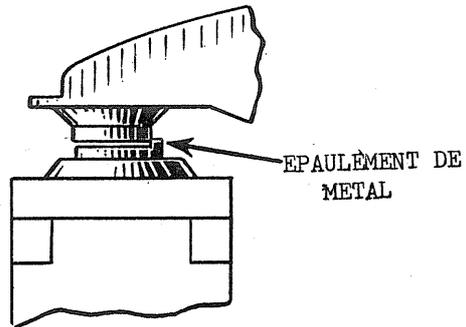

FIGURE 86 - UN EPAULEMENT DE METAL ENTRAINE UNE RUPTURE LENTE ET UN MAUVAIS FONCTIONNEMENT.
Vous pouvez maintenant vérifier et au besoin démonter le linguet (6) et le bloc d'ancrage du ressort (5) (voyez figure 85) pour en effectuer la réparation. Comme le montre la figure 86, un